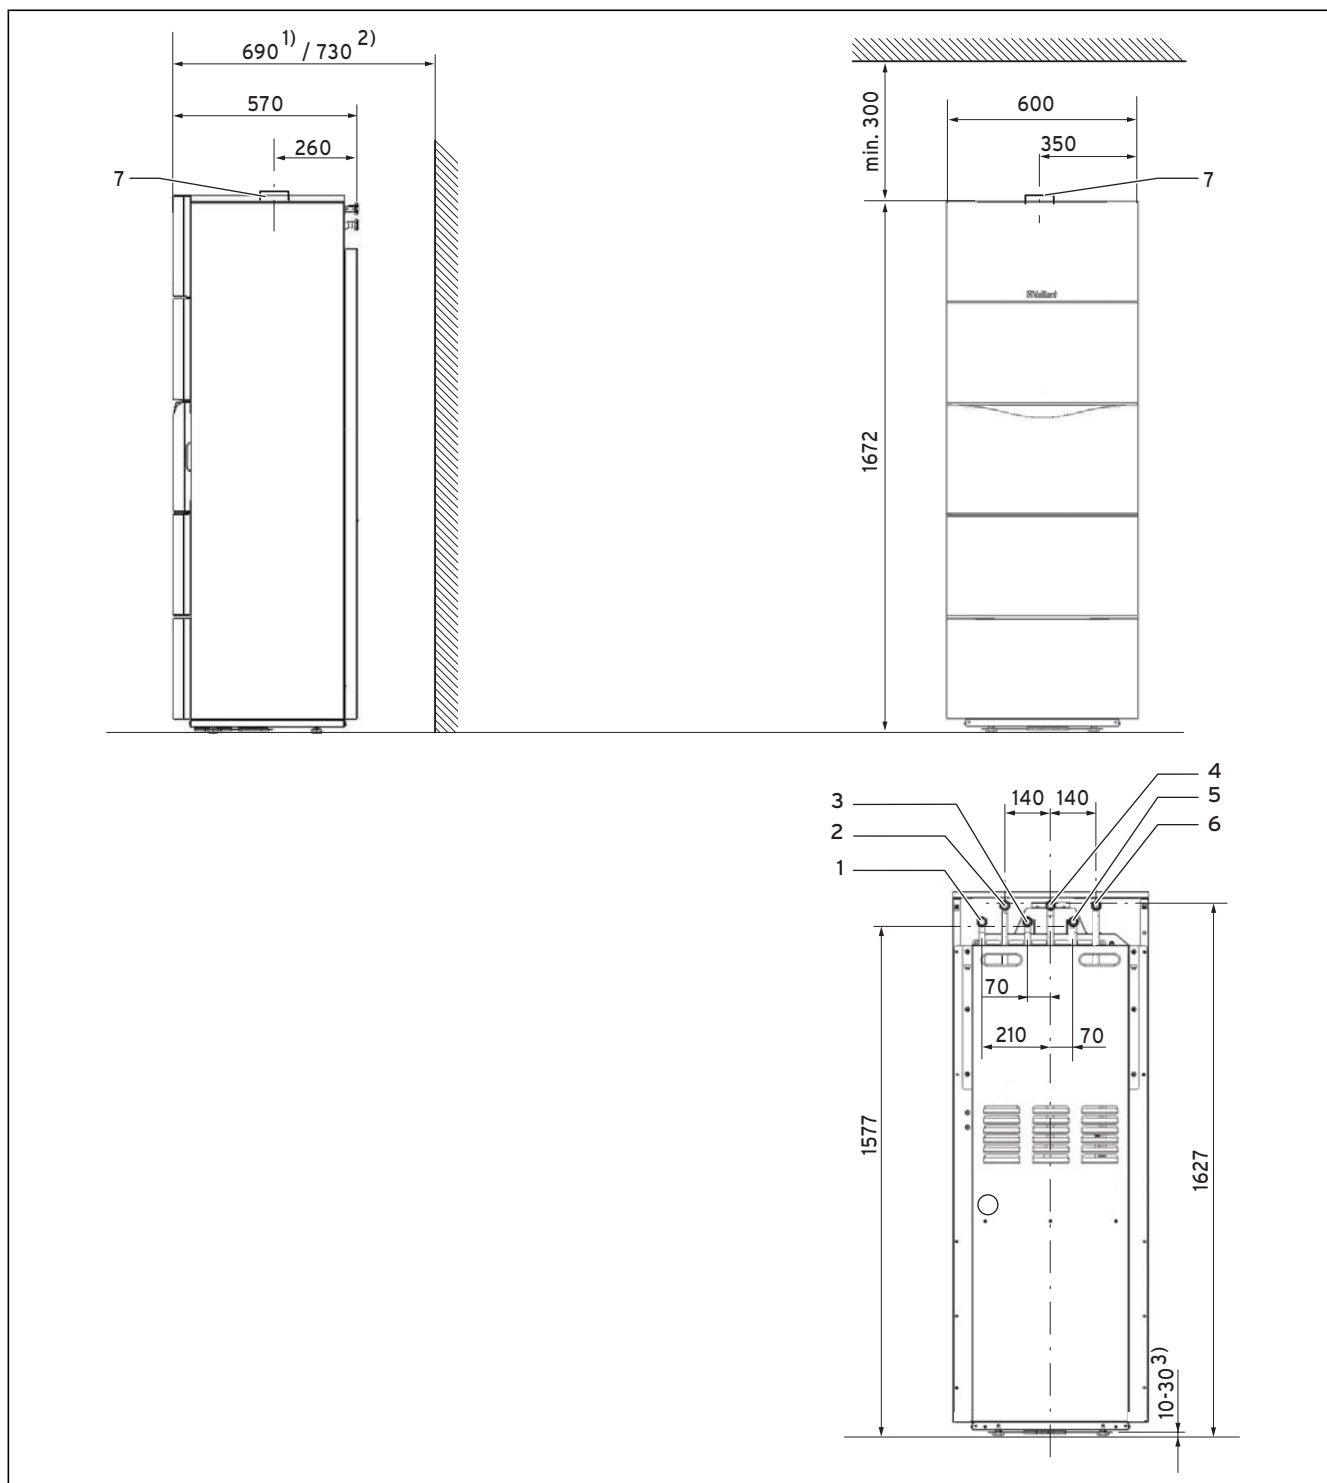

Abb. 4.7 Abmessungen in mm
- Verschrauben Sie die Gasleitung flachdichtend mit dem Gasanschlusssutzen (3), siehe Abbildung 4.7. Um das Gasrohr nicht zu beschädigen, muss es beim Anziehen der Verschraubung an den Schlüsselstellen des Gasrohres mit einem Schraubenschlüssel gehalten werden. Setzen Sie zum Anschluss der Gasleitung einen flachdichtenden Nippel ein.
- Schließen Sie den Heizungsvorlauf am Heizungsvorlauf-Anschluss (6) an, siehe Abbildung 4.7.
- Schließen Sie den Heizungsrücklauf am Heizungsrücklauf-Anschluss (7) an, siehe Abbildung 4.7.
- Schließen Sie den Warmwasseranschluss (WW) (5) an, siehe Abbildung 4.7.
- Schließen Sie den Kaltwasseranschluss (KW) (4) mit den entsprechenden Sicherheitseinrichtungen an, siehe Abbildung 4.7.
Gegebenenfalls kann am Anschluss (2) eine Zirkulationsleitung angeschlossen werden, siehe Abbildung 4.7.